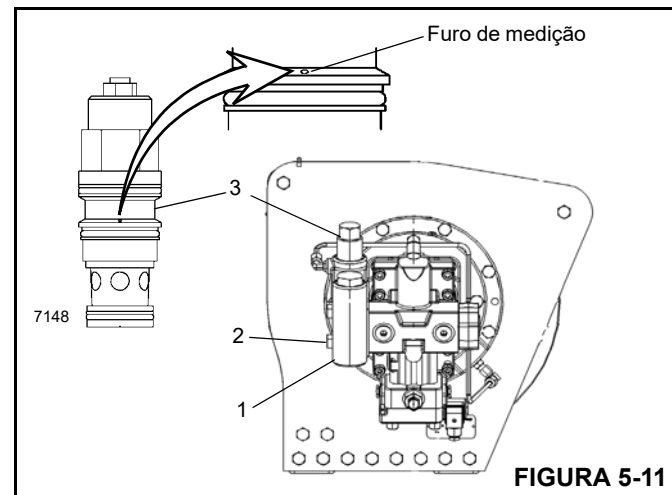

FIGURA 5-11
1. Remova a mangueira e o bloco de compensação (1) do conjunto do motor (Figura 5-11).
2. Para remover o bloco de compensação (1), solte e remova os quatro parafusos com cabeça (2).
3. Remova a válvula de compensação (3) do bloco de compensação (1) e inspecione o furo de medição pequeno, localizado na lateral da válvula de cartucho, para verificar se ele não está obstruído. Inspeção os anéis de vedação para verificar se eles não estão cortados nem achatados.